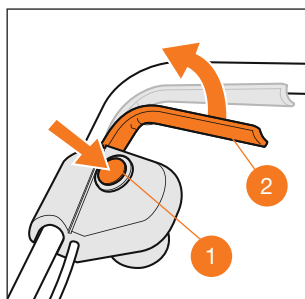

рис. 24
2. Нажмите и удерживайте предохранительную клавишу блокировки включения **1** (Рис.24).
3. Продолжая удерживать предохранительную клавишу включения **1**, прижмите скобу включения двигателя **2** к рукоятке (Рис. 24). Двигатель заработает и нож начнёт вращение.